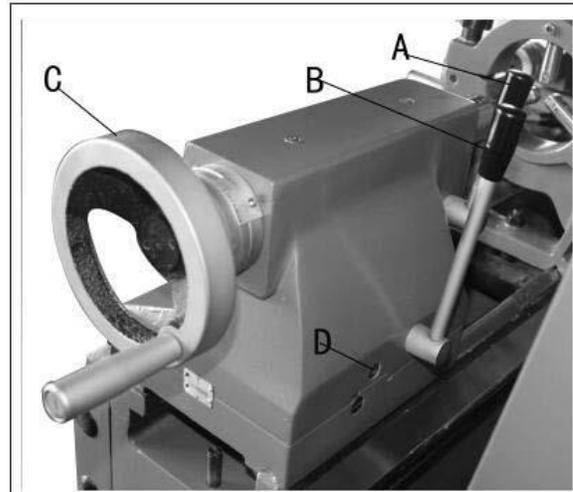

Рисунок 16
**Рукоятка зажима пиноли задней бабки** (A, рис.16) - расположена на задней бабке. Поднимите ее, чтобы зафиксировать шпиндель. Нажмите вниз, чтобы разблокировать.
**Регулировка смещения задней бабки** (D, рис.16). Два болта с шестигранной головкой, расположенные на основании задней бабки, используются для смещения задней бабки для нарезки конусов. Ослабление одного винта при затягивании другого дает смещение задней бабки.